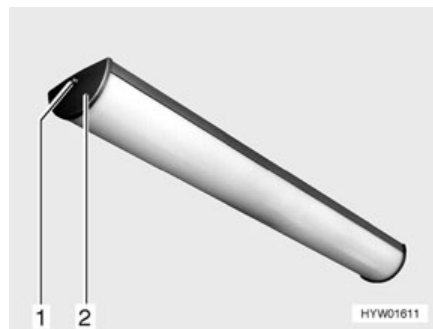

Fig. 276 Eclairage de la cellule
- Dévisser la vis (Fig. 276,1) et retirer le couvercle (Fig. 276,2).